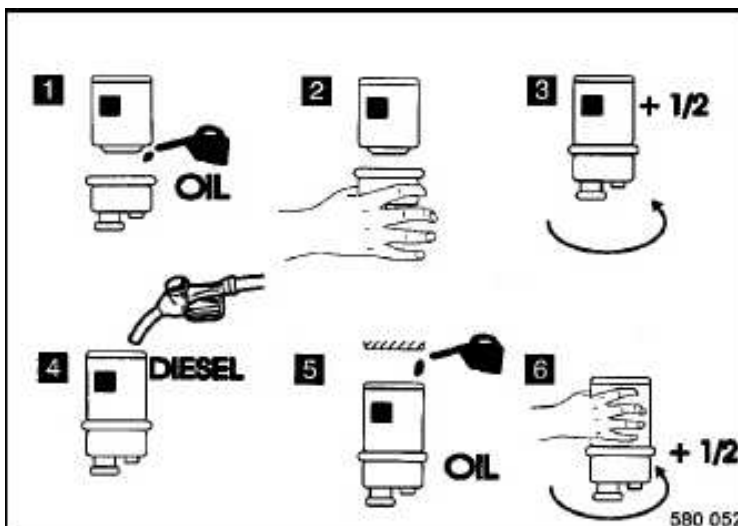

Fig. 135
- Untar la junta de goma del separador de agua 1 (Fig. 135) ligeramente con aceite.
- Enroscar el separador de agua con la mano (2) hasta la junta hace contacto.
- Apretar el separador de agua con otra media vuelta más (3).
- Llenar el nuevo cartucho filtrante con combustible diesel limpio (4).
- Untar la junta de goma del elemento filtrante (5) ligeramente con aceite y enroscarlo con la mano hasta la junta hace contacto.
- Apretar el elemento filtrante con otra media vuelta más (6).